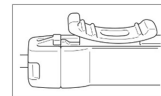

Figura 9: Dispositivo de desplazamiento en contacto con el tope distal
- o El dispositivo incluye un tope distal para el dispositivo de desplazamiento del orificio de ventilación de la aspiración. Cuando el dispositivo de desplazamiento alcanza el tope distal, el cabezal de irrigación mediante pulverización se libera, lo que posibilita la irrigación (figura 9).